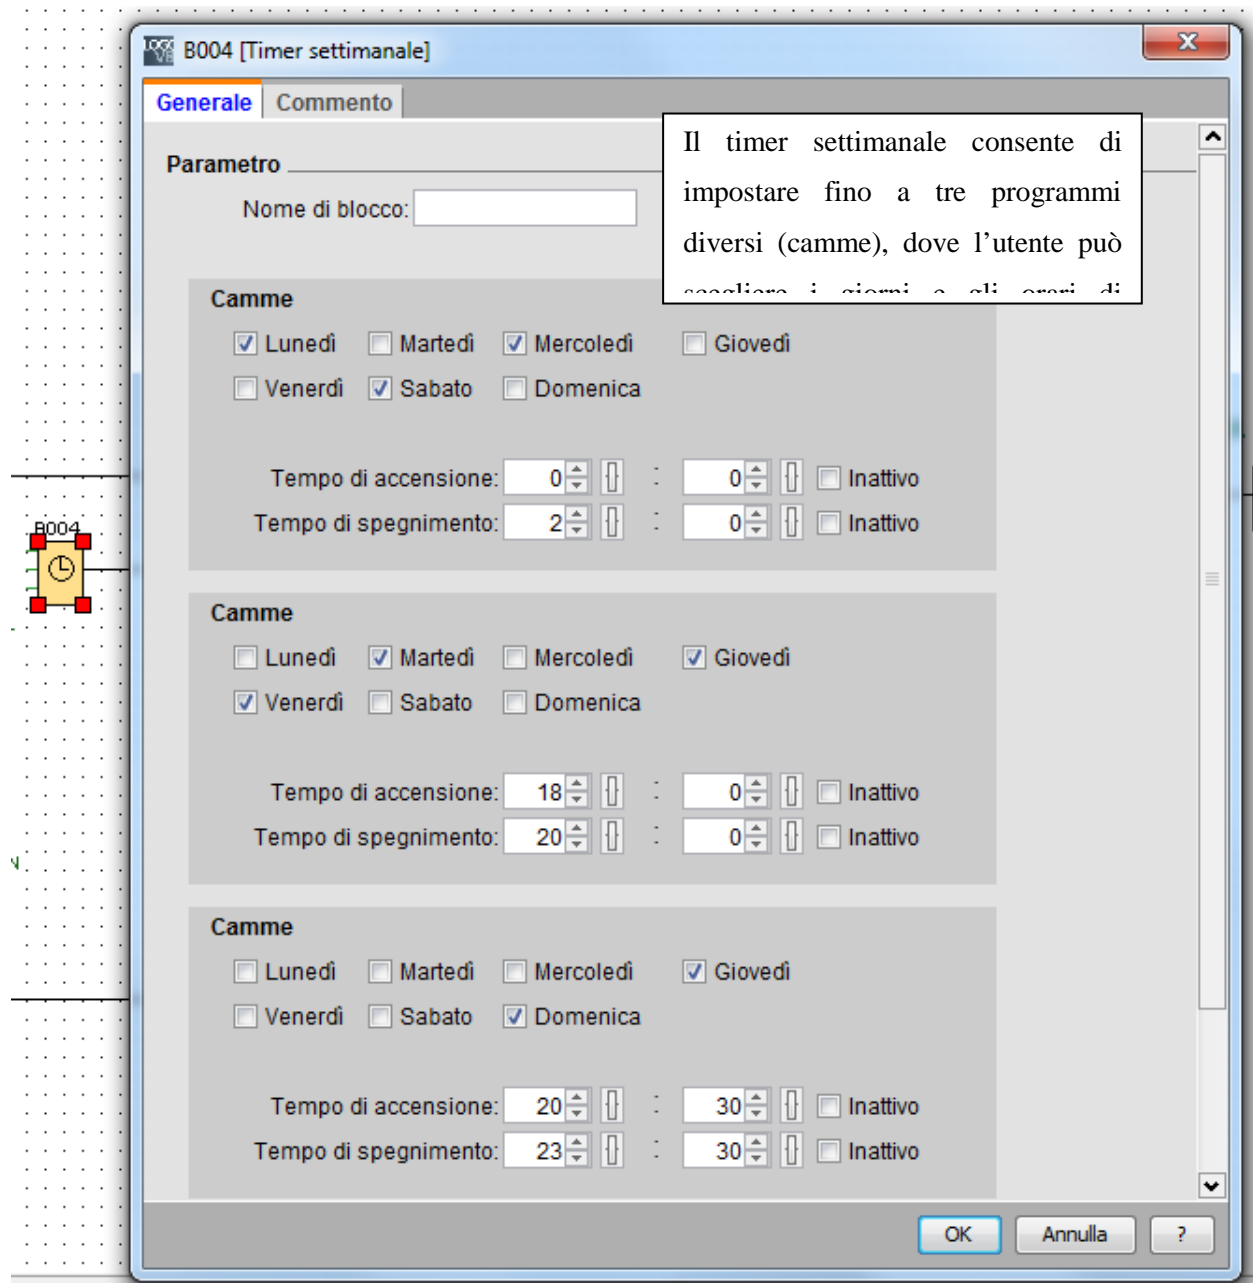

Figura 19
- una programmazione settimanale degli orari di attivazione/disattivazione dell'impianto attraverso l'inserimento della funzione *Timer settimanale* (**Figura 19**);